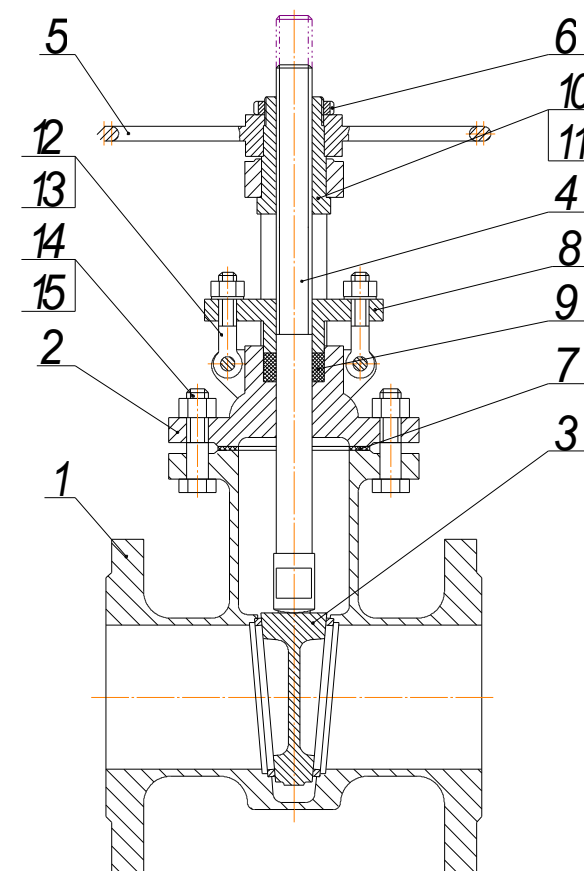

Рисунок 4
3.4.2 Полную разборку задвижки (см. рисунок 4) производить в следующем порядке: